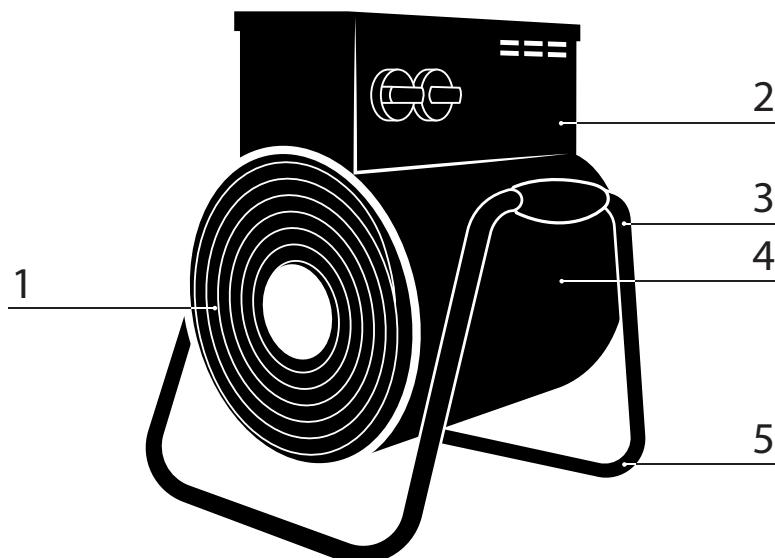

Рис. 1. Термальная пушка
Корпус пушки (4) (рис. 1) изготовлен из листовой стали с высококачественным полимерным покрытием.
Электрическая схема тепловой пушки представлена в приложении на рис. 1.